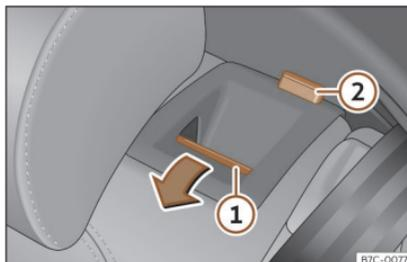

Fig. 102 Banquette arrière : rabattre le dossier.
- Tirez la touche de déverrouillage »» **fig. 102** (1) vers l'avant et, en même temps, rabaissez le dossier. Le dossier arrière est débloqué quand le repère rouge est visible sur la touche (2).